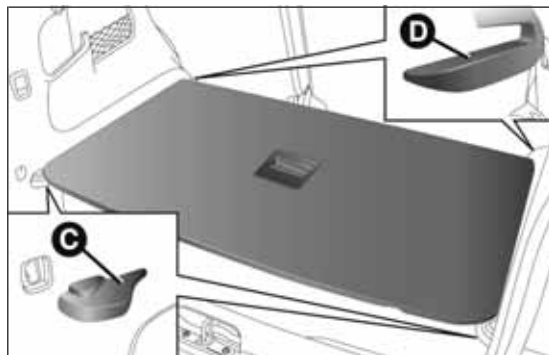

fig. 96
- ❑ colocar correctamente la plataforma B en los alojamientos correspondientes C y D fig. 96 presentes en los laterales.